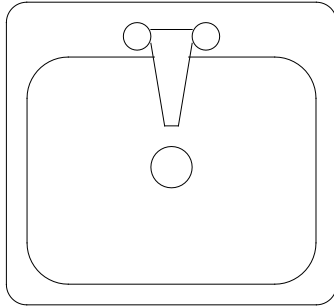

图3-68 完善洗手池
**02** 单击“绘图”工具栏中的“矩形”按钮，绘制439×402的矩形并倒圆角，如图3-68所示，命令行操作如下。